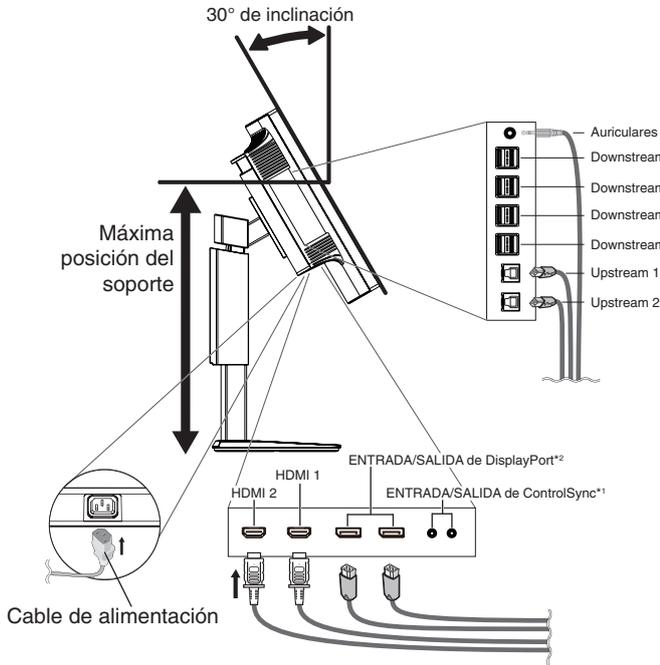
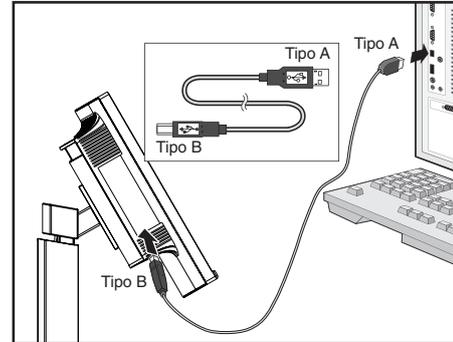

Figura C.1
Figura C.1a
4. Conecte todos los cables en los conectores correspondientes (**figura C.1**). Al utilizar un cable USB, conecte el conector del tipo B al puerto USB de upstream en la parte trasera del monitor y el conector del tipo A al puerto de downstream del ordenador (**figura C.1a**). Si está utilizando el cable de un dispositivo USB, conéctelo al puerto downstream del monitor.